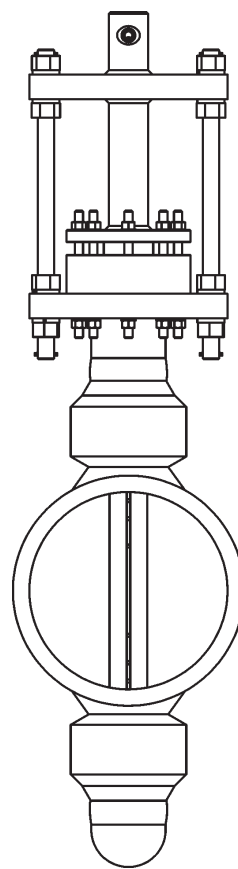

Рис.3. Main Steam Annubar
- Конструкция Main Steam Line (рис.3) обеспечивает более высокую устойчивость к давлению, чем фланец ANSI 2500 фунтов (DIN PN400)